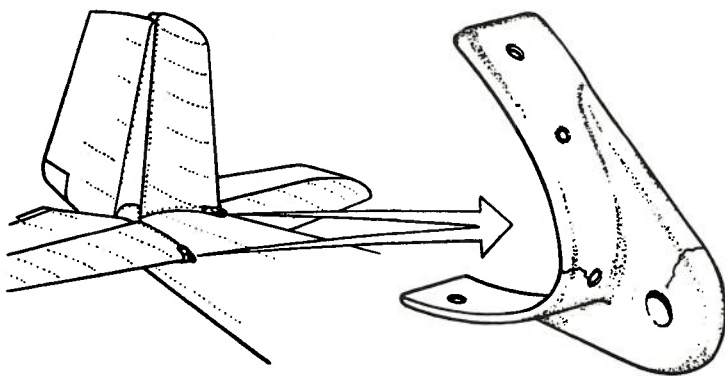

Bild 1
3. Kontrollera främre beslagen på fena och stabilisatorhalvor (sprickor). Använd förstöringsglas. Iakttag sprickor, se bild 1, i färgskiktet, ska färgen tvättas bort, varefter ny kontroll ska utföras. Spruckna beslag ska bytas ut.